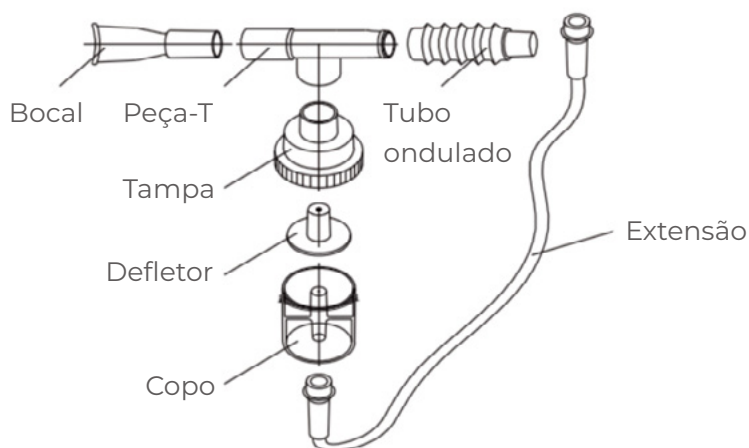

Figura 8: Componentes do nebulizador
- Conecte uma extensão na interface do nebulizador e sua extremidade ao copo do nebulizador, então ligue o concentrador de oxigênio (Figura 8). A terapia de nebulização iniciará imediatamente.
**Remoção:** O filtro de espuma está localizado na lateral da máquina. Para acessá-lo deve-se remover a tampa e retirá-lo do equipamento. O filtro de entrada do compressor está localizado na parte posterior do dispositivo, sendo necessário remover a sua tampa e substituí-lo (Figura 8).